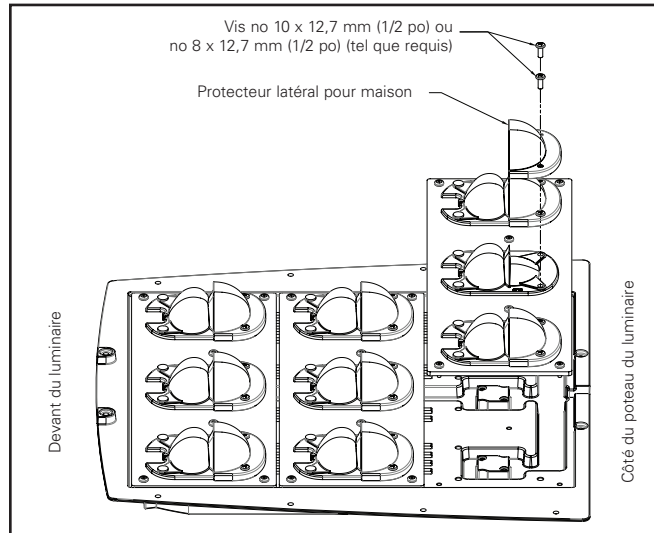

Figure 16.
1. Retirez soigneusement les goupilles-poussoirs en plastique des optiques comme montré à la Figure 16.
Note: Le protecteur latéral de maison s'installe SEULEMENT derrière les optiques, comme montré à la Figure 16. NE l'installez PAS de l'autre côté du dispositif optique